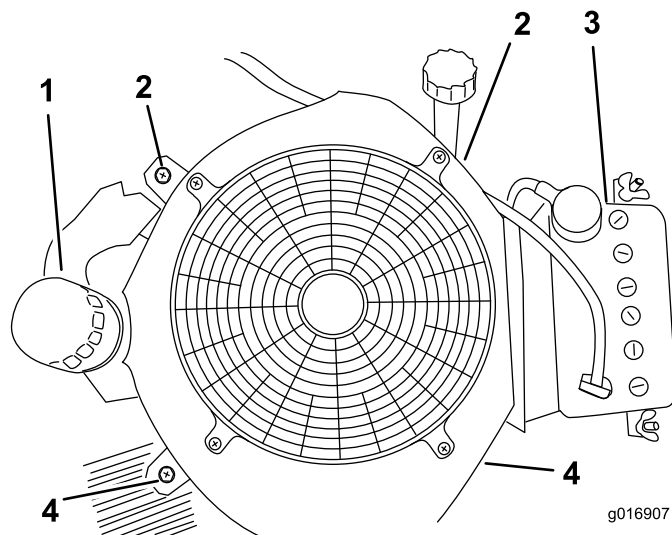

Figure 74
6. Retirez les 2 vis à gauche et à droite du carter du ventilateur de refroidissement (Figure 74).